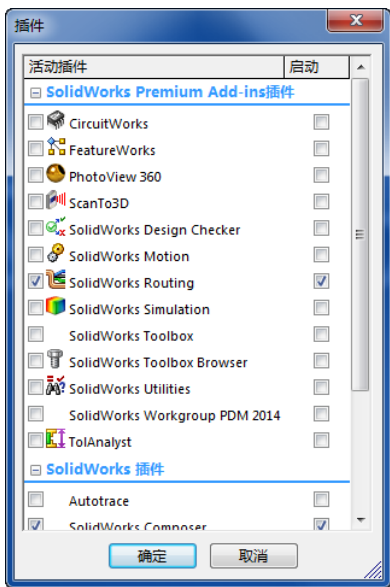
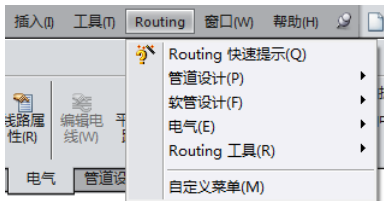

图 17-2 “插件”对话框
图 17-3 “Routing”菜单
(1) 打开 SolidWorks 2014 应用程序, 然后单击菜单栏中的“工具”→“插件”, 打开如图 17-2 所示的“插件”对话框。
(2) 要在当前 SolidWorks 会话中使用 Routing, 则在“活动插件”下选择 Routing, 即选中前面的框; 要在每次启动 SolidWorks 后自动加载 SolidWorks Routing 插件, 则在“启动”下选择 Routing, 即选中后面的框。
(3) 单击对话框中的“确定”按钮, 会加载 Routing 插件, 同时“Routing”菜单将显示在菜单栏中, 如图 17-3 所示。